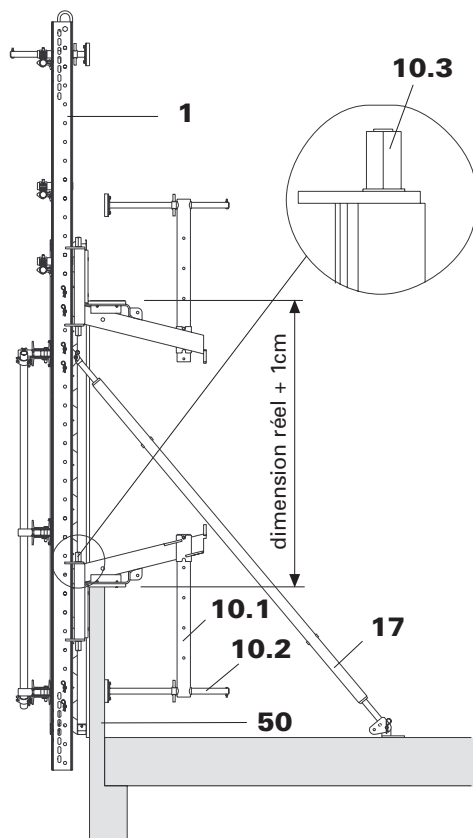

Fig. 6
7. Vérifier la hauteur libre au niveau de la console à vérin supérieure. Cote + 1 cm. Fig.6.